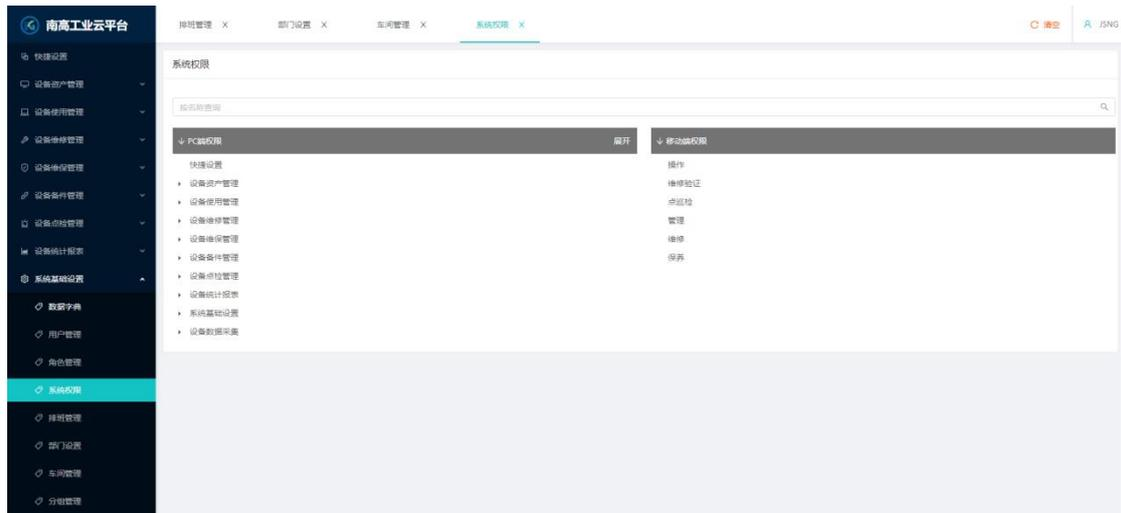

图 8.4 系统权限列表界面
- (1) 供用户查看 PC 端权限和移动端权限。
- (2) 点击“系统基础设置”下拉菜单中的“系统权限”，系统显示系统权限列表界面，如图 8.4 所示。